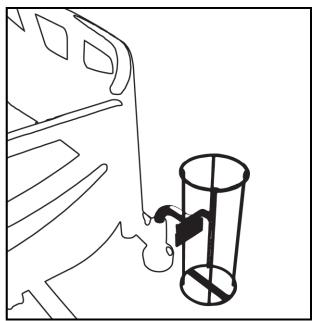
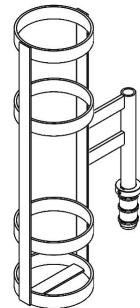

図27-酸素ボンベホルダーを取り付ける (MM006)
図28-酸素ボンベホルダーを取り付ける (MM061/MM062/MM063)
1. 酸素ボンベホルダーを頭側端部そばの2つの付属スリーブのいずれかに挿入します（図27、図28）。